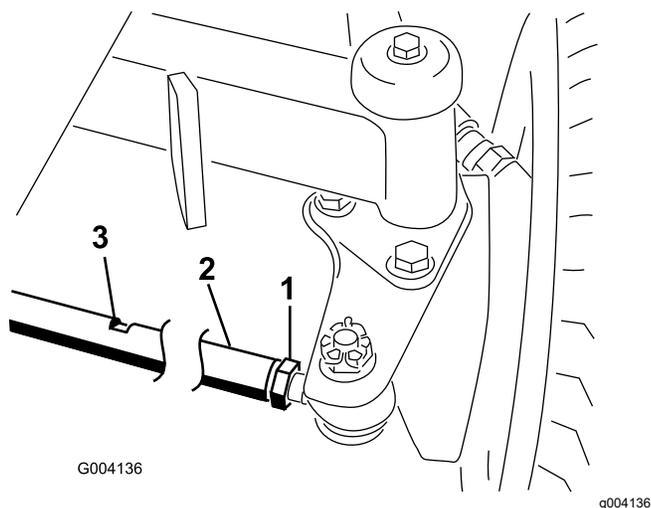

Рисунок 92
1. Ослабьте контргайку с каждой стороны соединительной тяги (Рисунок 92).